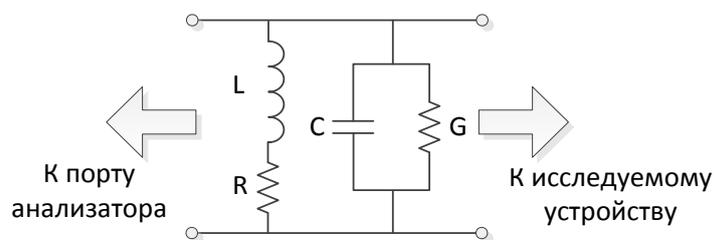

Рисунок 6.22 Предустановленная цепь согласования
- предустановленную схему параллельного соединения индуктивности и емкости (рисунок 6.22), параметры которых необходимо указать в программе;
<p>Для выбора цепи согласования – нажмите программные кнопки:</p> <p>Анализ > Моделирование оснастки > Дифф. согласование > Бал порт</p> <p>Выберите цепь согласования:</p> <ul style="list-style-type: none"> • Нет – согласование не используется; • Парал L – парал C – цепь согласования представляет собой параллельное соединение индуктивности и емкости (рисунок 6.22); • Польз. – цепь согласования определяется пользовательским файлом, загружаемым в формате *.s2p (рисунок 6.23).